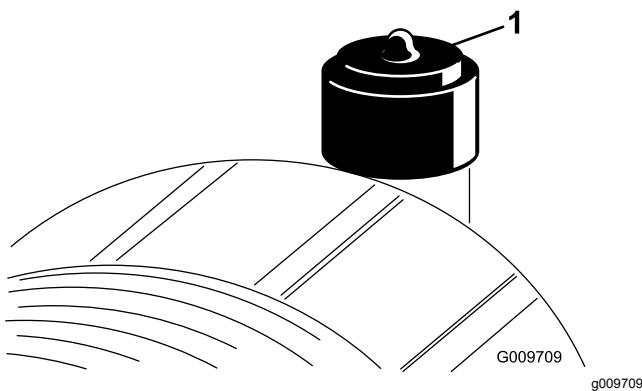

Bild 52
Warten Sie den Luftfilter nur, wenn die Wartungsanzeige dies angibt (**Bild 52**). Das frühzeitige Auswechseln des Luftfilters erhöht nur die Gefahr, dass Schmutz in den Motor gelangt, wenn Sie den Filter entfernen.
8. Stellen Sie die Anzeige (Bild 52) zurück, wenn sie auf Rot steht.